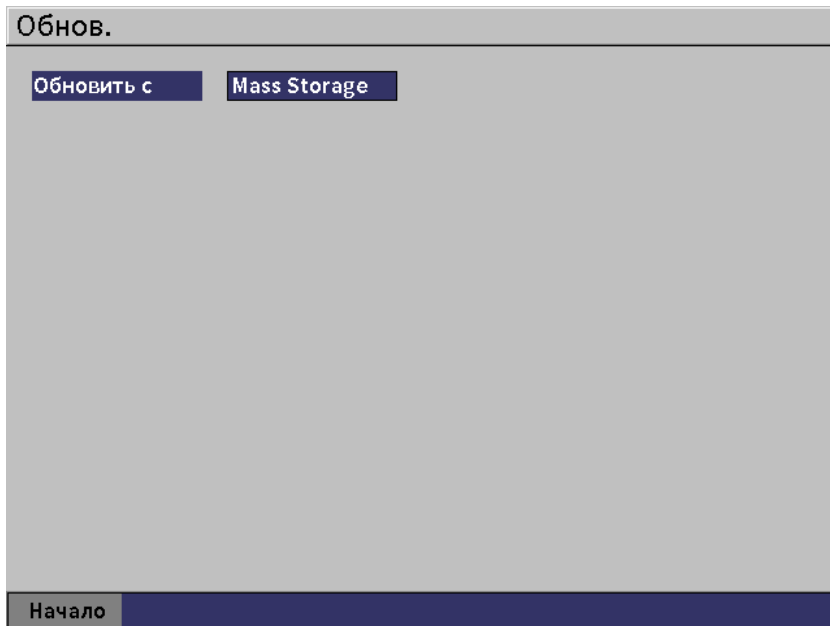

Рис. 5-14 Страница Обновить
1. Выберите значок **Обновить** () , чтобы открыть страницу **Обнов.** (см. Рис. 5-14 на стр 59).